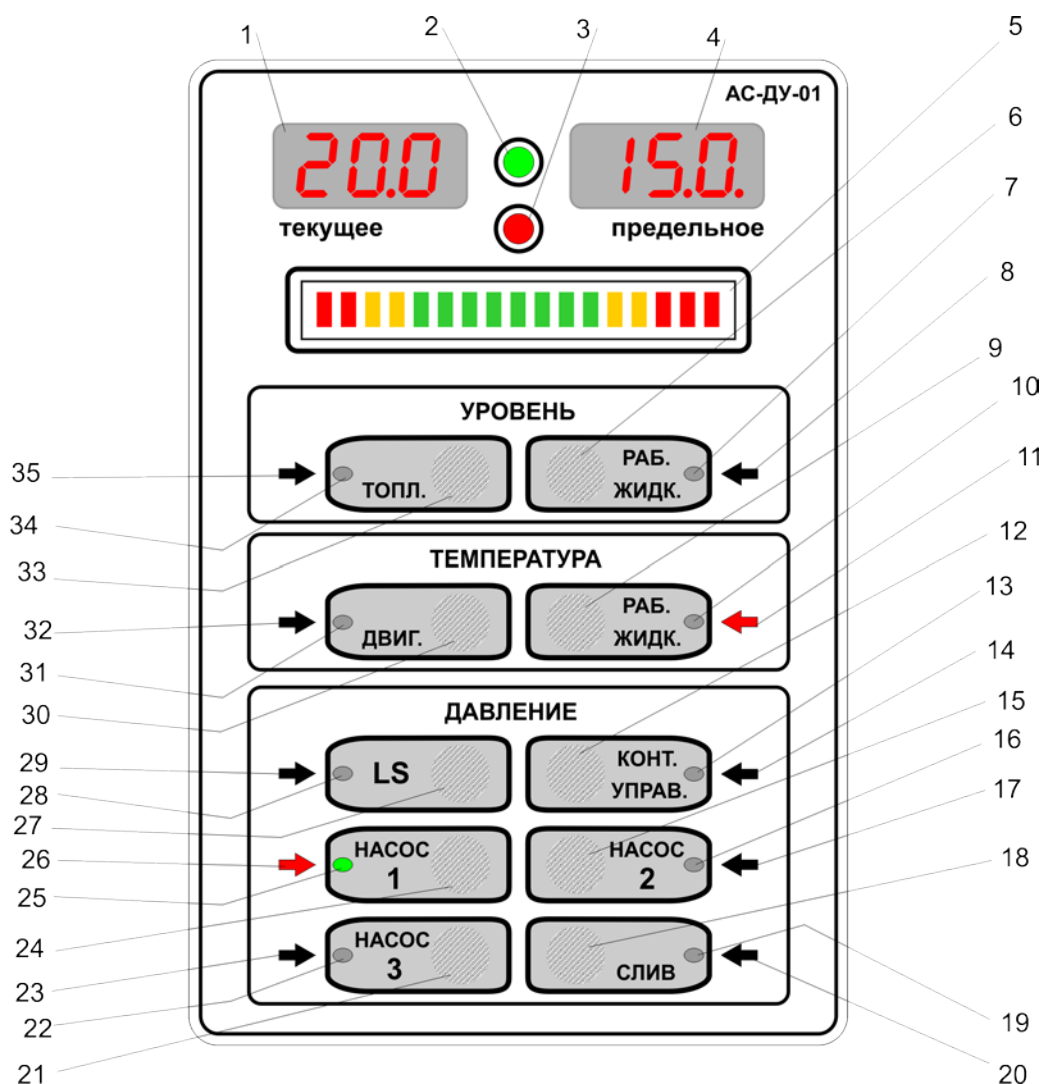

Рис. 3
6.5. На панели индикации и управления блока ДУ, Рис.3, расположены: линейный аналоговый индикатор, 2 цифровых дисплея, указатели, кнопки управления, и индикаторы, характеризующие подтверждающие нажатие соответствующих кнопок.